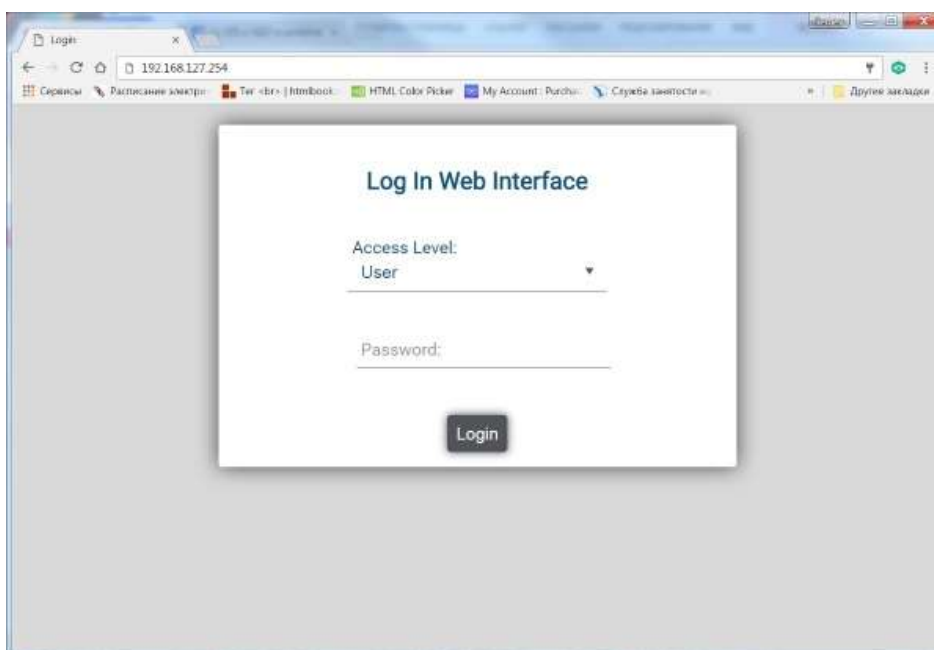

Рис. 6.1
- Введите в адресной строке браузера адрес приемопередатчика по умолчанию (для приемопередатчика с индексом Hi – **192.168.127.254**, для приемопередатчика с индексом Lo – **192.168.127.253**). Откроется веб-страница с меню доступа к параметрам приемопередатчика, рис.6.1.